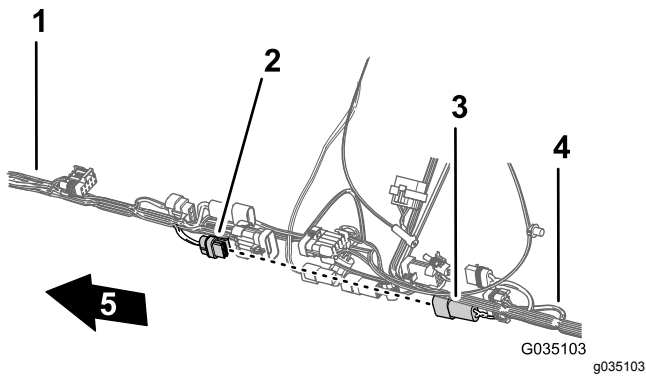

图 89
4. 把用于冲洗泵的前线束 2 针接头连接至用于冲洗泵的后线束 2 插槽接头图 89。